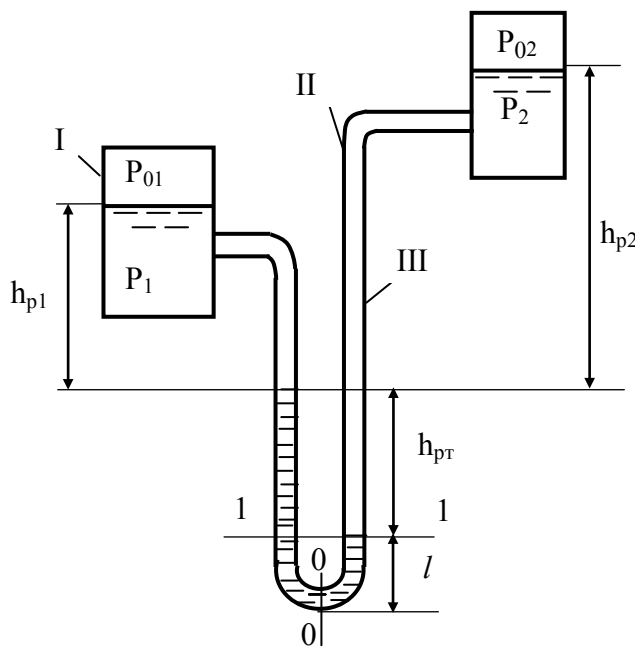

Рисунок 4.2
4.1.2 Дві посудини I і II заповнені відповідно рідиною P_1 і P_2 . До них підключений диференціальний манометр згідно зі схемою (рис. 4.2), який залитий ртуттю. Над ртуттю з боку I-ої посудини знаходиться рідина P_1 , з боку II-ої посудини – P_2 . Над вільною поверхнею в посудині I абсолютний тиск P_{01} , в посудині II – P_{02} .